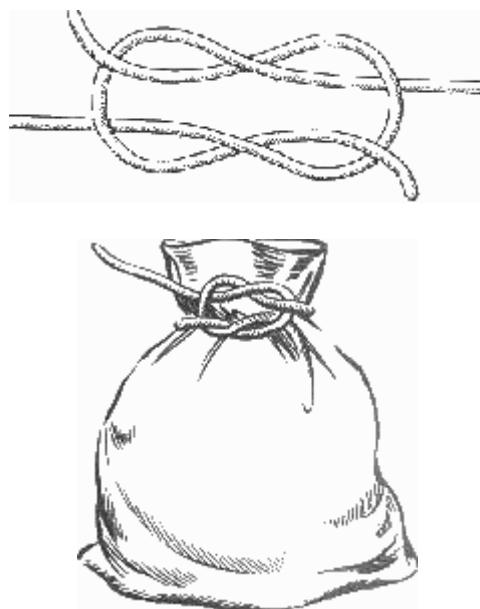
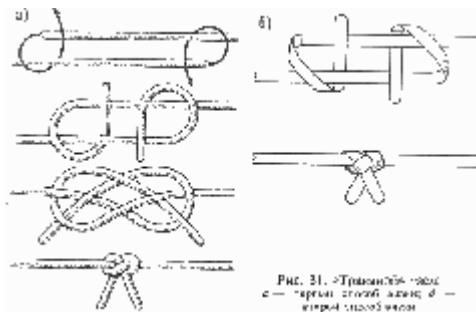

Рис. 24. «Тещин узел»
Рис. 31. «Травяной» узел:
**“Тещин” узел** (рис. 24). Удивительно, но факт. Некоторые люди, связывая две веревки вместе, каким-то образом умудряются завязать так называемый “тещин” узел, в чем-то напоминающий бабий. Если у последнего ходовые концы выходят из узла с одной стороны, то у тещиного узла они выходят с разных сторон по диагонали.
“Тещин” узел столь же коварен, как и бабий (если не более). **Применять его ни в коем случае не следует ни при каких обстоятельствах.** Автор поместил его в книге с целью показать, как не надо завязывать узлы. Тем не менее, из этого опасного узла можно сделать прекрасный узел, носящий название “травяной” (см. рис. 31).
**“Травяной” узел** (рис. 31). Несмотря на свое название, этот элементарный узел вполне надежен и может выдерживать сильную нагрузку. Кроме этого, он легко развязывается при отсутствии тяги. Принцип узла — полуштыки чужими концами (рис. 31, а). Иногда нам приходится связывать два ремня или две ленты, ну, скажем, вожжи. Для этой цели “травяной” узел очень удобен (рис. 31, б). Его можно завязать, изменив немного “тещин” узел (см. рис. 24) или начав с полу штыков, как это показано на схеме (см. рис. 31, а). При затягивании “травяного” узла за коренные концы узел перекручивается и принимает другую форму. Когда он затянут окончательно — два ходовых конца смотрят в одну сторону.